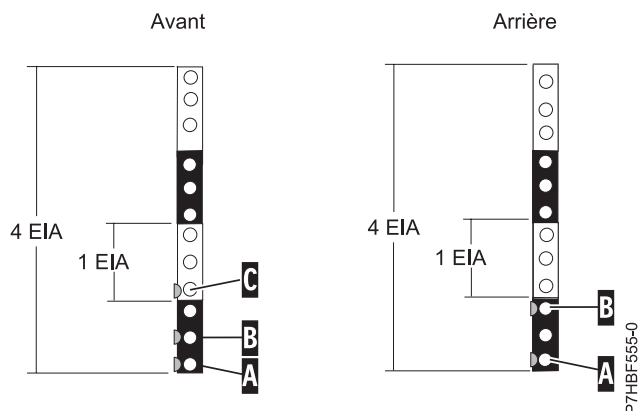

Figure 2. Marquage des trous sur l'avant et l'arrière du cadre de l'armoire
1. Lorsque vous êtes face à l'avant de l'armoire et que vous travaillez sur le côté droit, repérez l'unité EIA inférieure utilisée par l'unité d'extension. Notez l'emplacement de l'EIA. Utilisez du ruban adhésif, un marqueur ou un stylo pour marquer le trou inférieur de l'unité EIA en indiquant **(A)** (voir figure 2). Marquez l'armoire de manière à ce que la marque soit également visible depuis l'arrière de l'armoire.
2. En commençant par le trou identifié par la marque **(A)**, comptez un trou et placez la seconde marque **(B)**. Marquez l'armoire de sorte que la marque soit visible de l'arrière de l'armoire, comme illustré à la figure 2.
3. En commençant par le trou identifié par la marque **(B)**, comptez deux trous et placez la troisième marque **(C)**, comme illustré à la figure 2.
7. En commençant par le trou identifié par la marque **(A)**, comptez deux trous et placez une deuxième marque **(B)**, comme illustré à la figure 2.